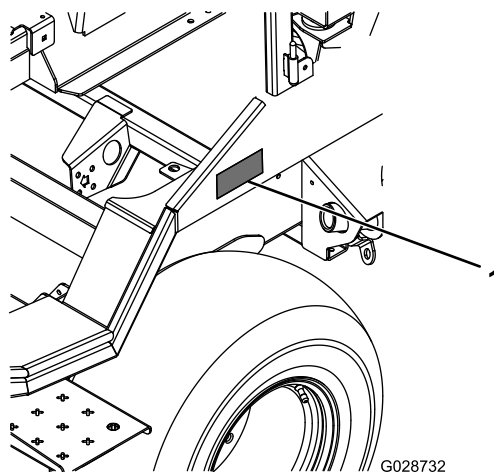

**Figura 37**
2. Aplique 2 trozos de cinta reflectante roja en cada extremo del parachoques, como se muestra en Figura 37.